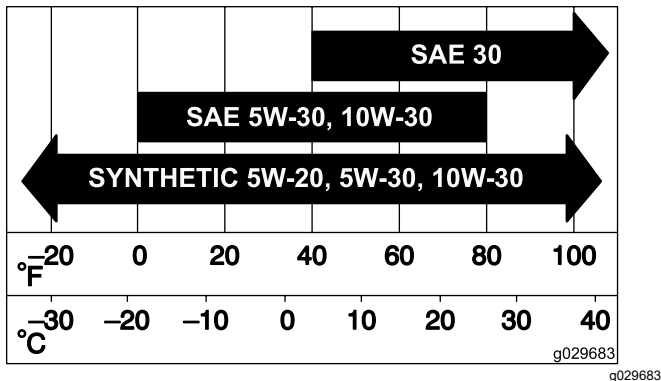

Figura 44
3. Abra los cierres del limpiador de aire y tire de la tapa de la entrada de aire para separarla del cuerpo del limpiador de aire (Figura 44).
5. Extraiga con cuidado el filtro del cuerpo del limpiador de aire (Figura 44).
2. Introduzca el filtro con cuidado en la carcasa del limpiador de aire (Figura 44).
3. Instale la tapa del limpiador de aire y fije los cierres (Figura 44).